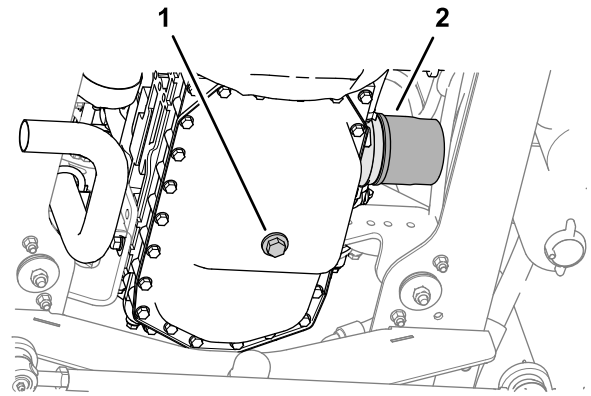

Figure 55
1. Enlevez le bouchon de vidange et laissez couler l'huile dans un bac de vidange (Figure 55).